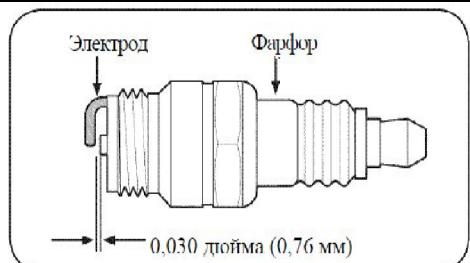

Рис. 12
- Выкрутите свечу и проверьте зазор. Значение зазора должно составлять 0,030 дюйма (0,76 мм), См. Рис. 12.